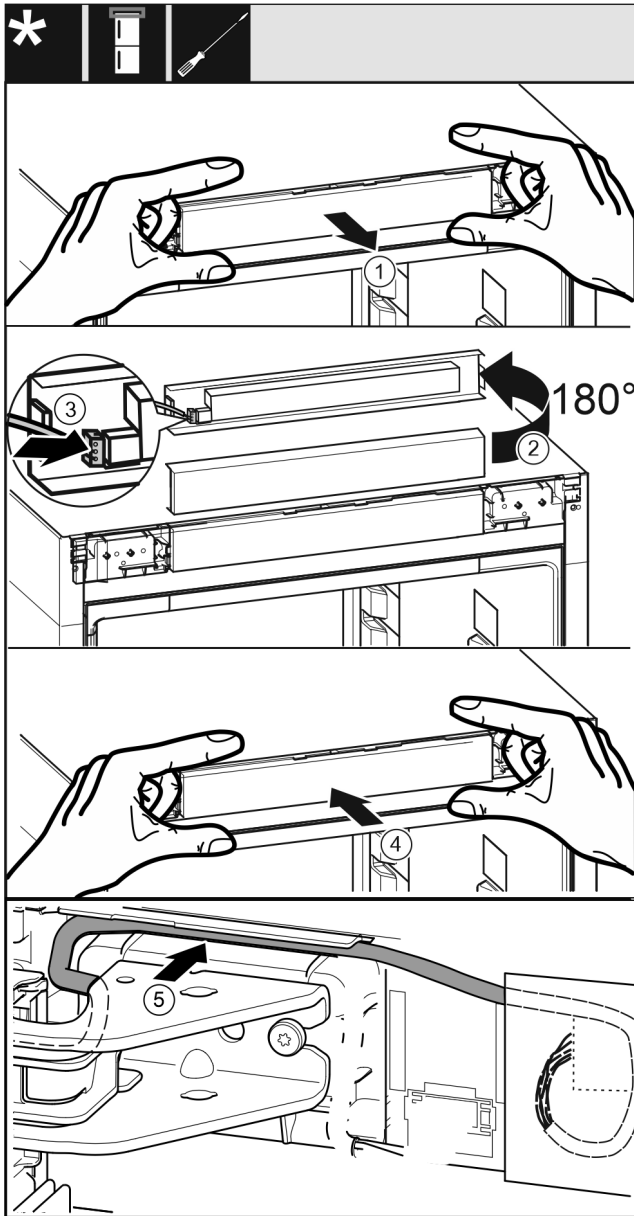

Fig. 44
- ▶ Bedieningspaneel Fig. 44 (1) voorzichtig wegtrekken.
- ▶ Bedieningspaneel Fig. 44 (2) 180° naar boven draaien.
- ▶ Stekker Fig. 44 (3) op het bedieningspaneel vastklikken.
- ▶ Bedieningspaneel Fig. 44 (4) weer op het apparaat vastklikken.
- ▶ Kabel Fig. 44 (5) voorzichtig in de geleiding boven het bovenste lagerboks leggen.